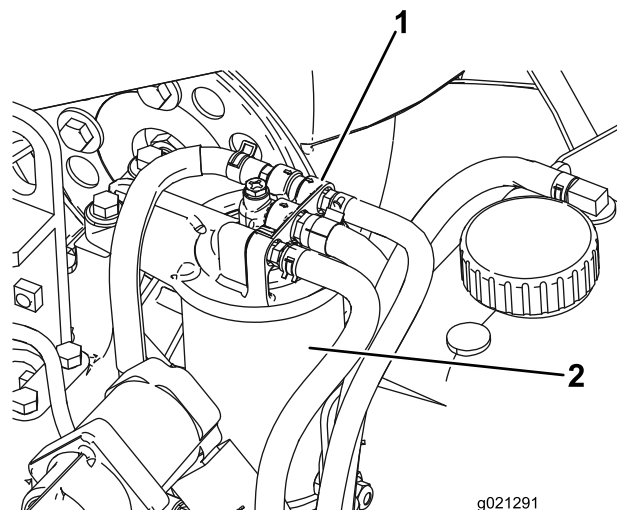

Bild 78
1. Reinigen Sie den Bereich um den Kraftstofffilterkopf (Bild 78).
2. Entfernen Sie den Filter und reinigen die Kontaktfläche (Bild 78).